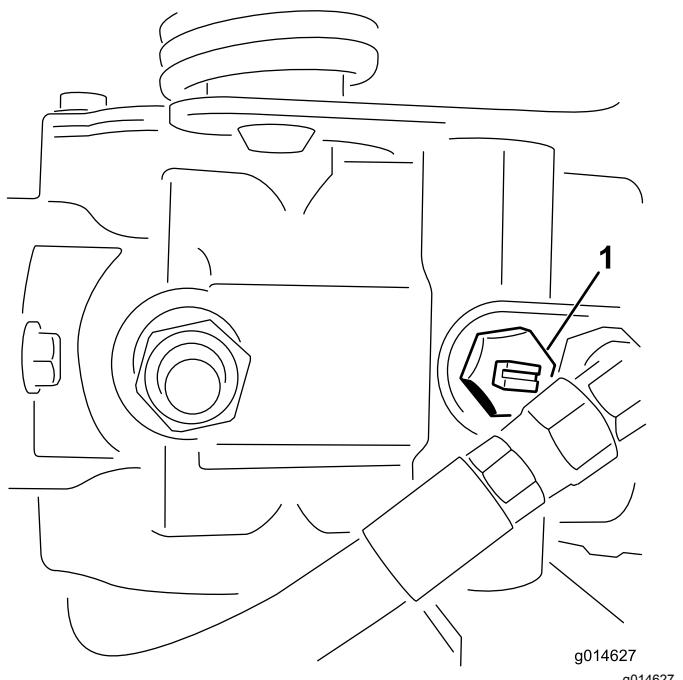

図 22
- 油圧ポンプについているバイパスバルブ図22の溝が「縦」になるようにバルブを回転させる。
- エンジンを始動する時には、必ずバイパスバルブ図22を閉じる溝が横向きになる。バルブを開けたままでエンジンを掛けないこと。